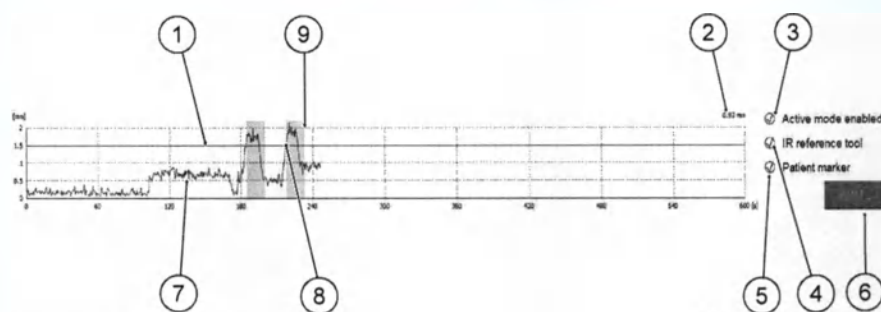

Рис. 3.8 График IFMM
Синхронизация означает автоматическое прекращение подачи излучения системой. Синхронизация (8) происходит во время процедуры лечения в активном режиме IFMM (3) при подаче сигнала тревоги IFMM; см. **Рис. 3.8**.